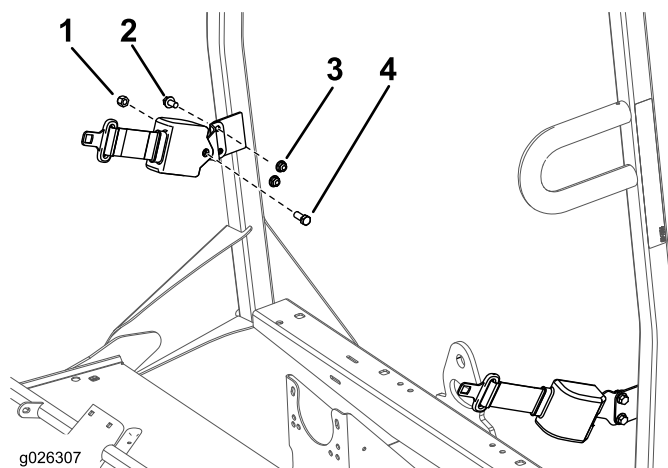

Figura 7
1. Monte un soporte de anclaje de cinturón de seguridad en cada pestaña del ROPS con 2 pernos (3/8") y 2 tuercas (3/8") (consulte Figura 7).
2. Monte el extremo retraíble de cada cinturón de seguridad en cada soporte de anclaje con un perno (7/16") y una tuerca (7/16") (Figura 7).